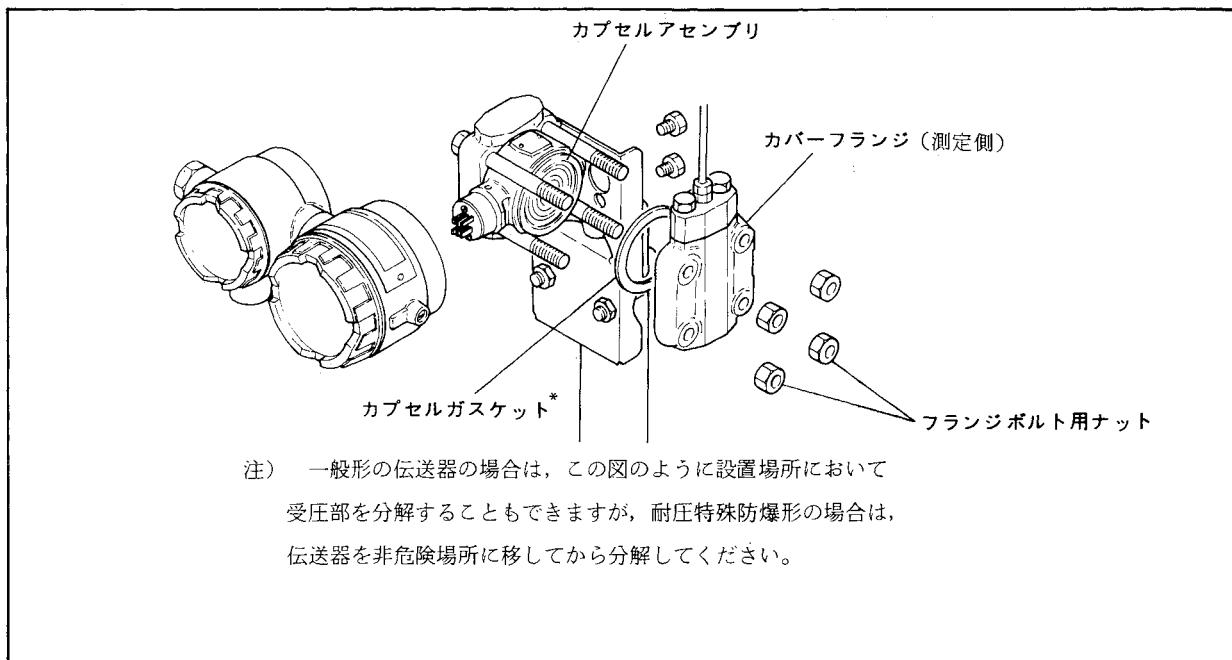

図6.7 受圧部の分解図
- (8) 4個のフランジボルト用ナットを取りはずします（図6.7参照）。フランジボルトははずさないでください。
- (9) カプセルアセンブリを手で保持しながら、測定側のカバーフランジを取りはずします。
- (10) カプセルアセンブリを取りはずします。
- (11) カプセルアセンブリを清掃する場合には以下の点に注意してください。
- (12) 組立てる場合は、カプセルアセンブリの位置関係に注意してください。また組立ての際には、2枚のカプセルガスケットを新品に交換してください。
- (13) カバーフランジを取り付け、4個のフランジボルト用ナットをトルクレンチを使用して均一に締付けます。